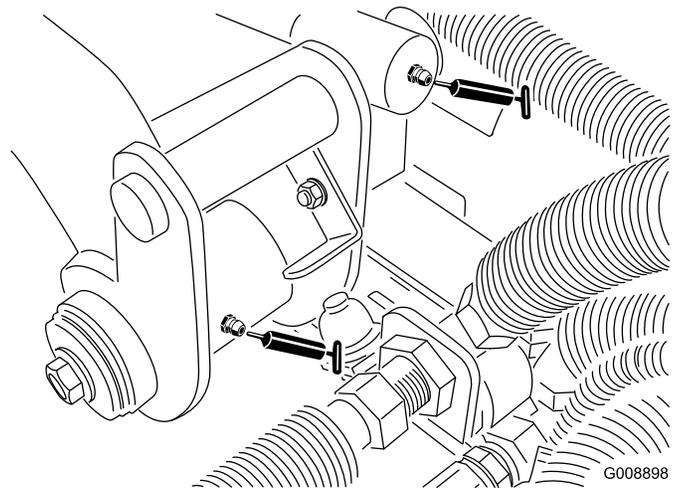

Figura 54
- Pivote y cilindro de elevación del brazo de elevación trasero (2) (Figura 54)